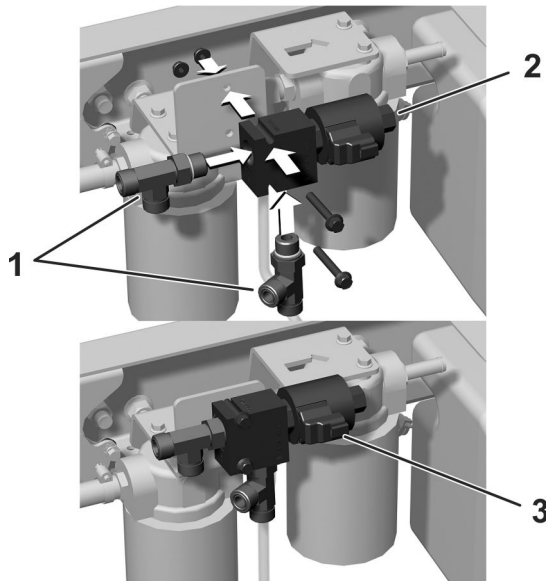

Bild 12
1. Befestigen Sie die beiden T-Anschlussstücke lose am Ventil (Bild 12).
2. Befestigen Sie das Ventil mit zwei Bundbolzen ($\frac{1}{4}" \times 1\frac{7}{8}"$) an der Rahmenhalterung, wie in Bild 12 abgebildet.
3. Befestigen Sie den elektrischen Anschluss am Anschluss am Ventil (Bild 12).